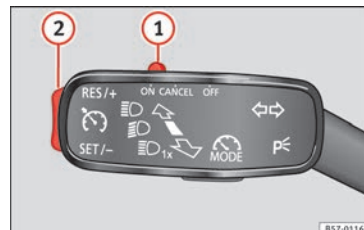

Fig. 49 A sinistra del piantone dello sterzo: interruttori e comandi per l'uso del GRA.
- Collegamento del GRA: spostare l'interruttore » **fig. 49 ①** verso **ON**. Il sistema è acceso. Il sistema non effettua la regolazione poiché non è stata programmata alcuna velocità.
- Attivazione del GRA: premere il tasto » **fig. 49 ②** nella zona **SET/-**. La velocità attuale viene memorizzata e regolata.
- Disattivazione temporanea del GRA: spostare l'interruttore » **fig. 49 ①** verso **CANCEL** o schiacciare il freno. La regolazione si scollega temporaneamente.
- Collegare nuovamente il GRA: premere il tasto » **fig. 49 ②** in **RES/+**. La velocità memorizzata verrà salvata e regolata nuovamente.
- Aumentare la velocità programmata durante la regolazione del GRA: premere il tasto **②**
- Ridurre la velocità programmata durante la regolazione del GRA: premere il tasto **②** in **SET/-** per diminuire la velocità di 1 km/h (1 mph). La velocità si riduce fino a raggiungere la nuova velocità memorizzata.
- Disattivazione del GRA: spostare l'interruttore » **fig. 49 ①** a **OFF**. Il sistema si disattiva e la velocità memorizzata si cancella.